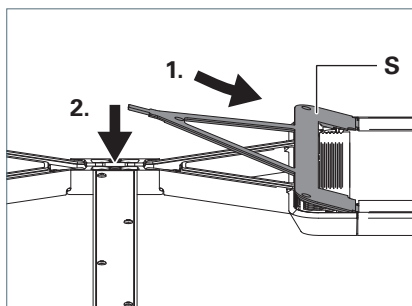

Fig. 25: Monter le recouvrement.
► Posez le recouvrement **S** avec les trois languettes à l'arrière du recouvrement dans les renforcements de la tête du luminaire et appuyez fermement sur le recouvrement, voir Fig. 25.